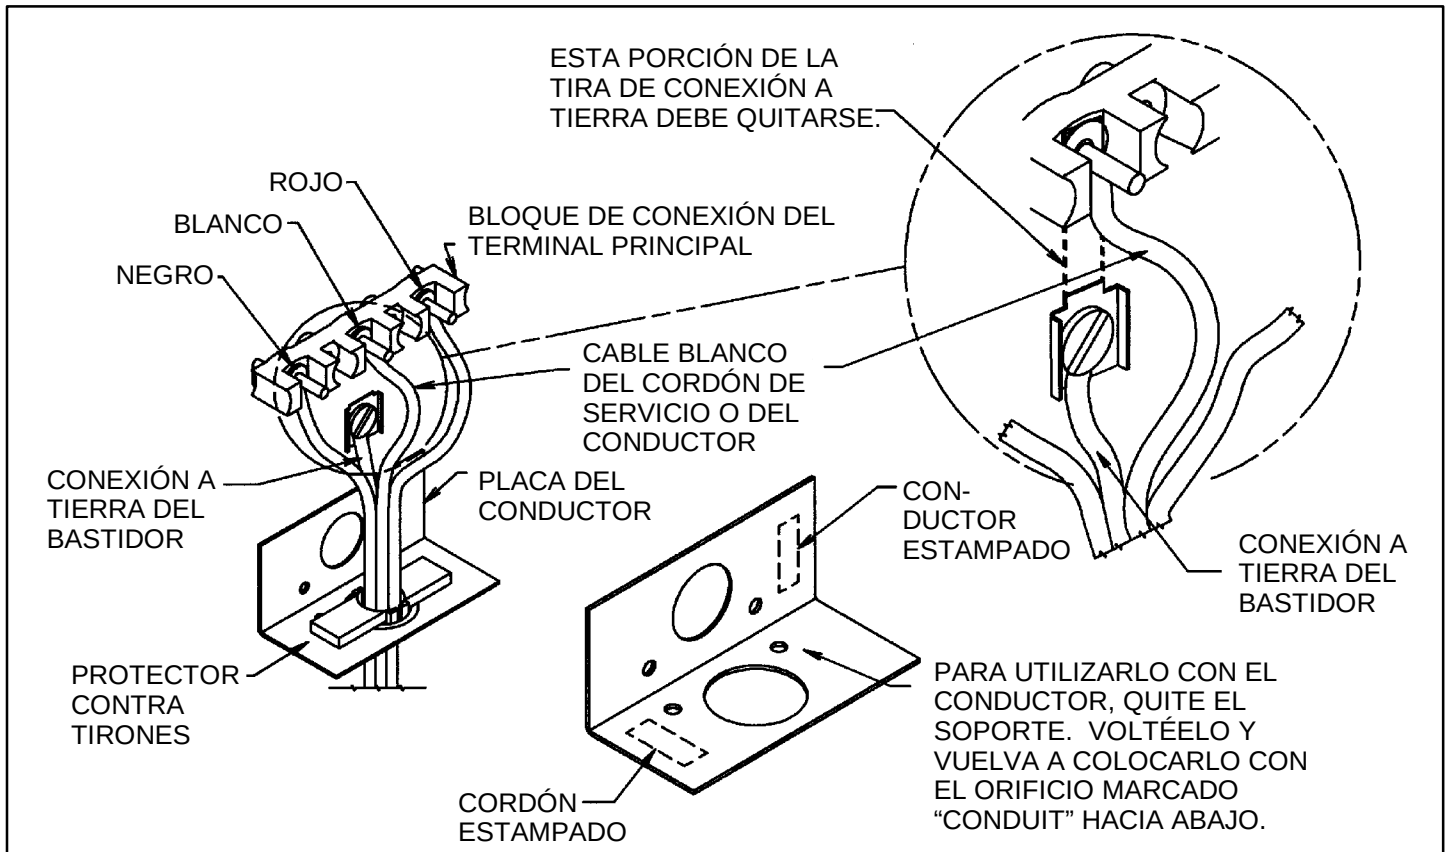

FIGURA 8
1. La tira de conexión a tierra de cobre que está conectada entre el poste neutro (medio) del bloque del terminal principal y el bastidor **DEBE** cortarse según se muestra en la figura 8. Conserve el tornillo verde de conexión a tierra para sujetar la tierra del cordón de 4 cables. Solamente debe utilizarse un cordón de 4 cables o conductor.
Desconecte la estufa de la energía eléctrica. Quite la cubierta de acceso en la parte posterior de la estufa y quite el cordón de servicio de 3 cables del bloque del terminal principal. Siga las instrucciones a continuación según se indica en la figura 8 para conectar el cordón de servicio de 4 cables.